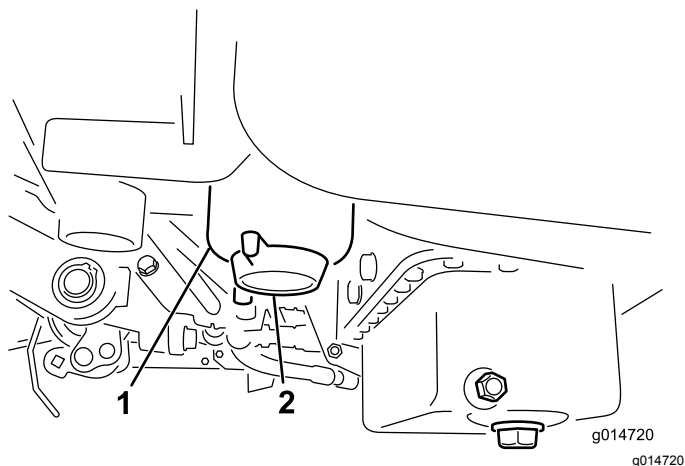

图46
2. 清洁滤清器过滤筒的安装区域 图46。
4. 打开滤清器排油塞 图46。